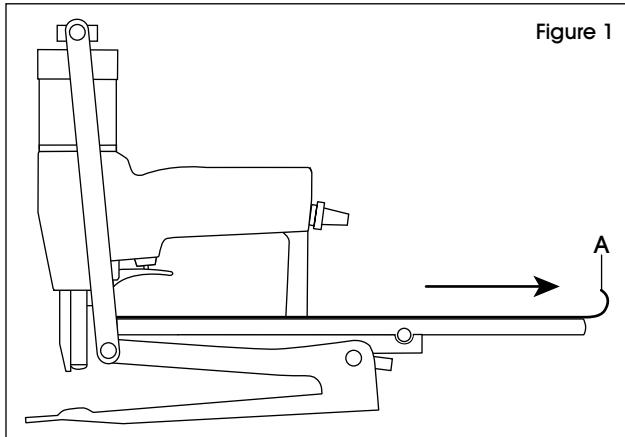

Figure 1
- Sortez entièrement le couvercle de magasin (A). (Voir Figure 1)